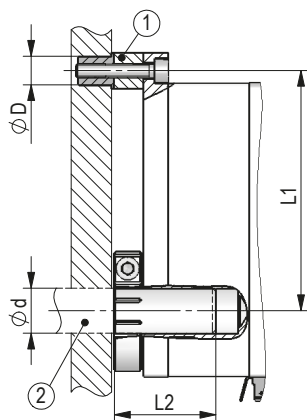
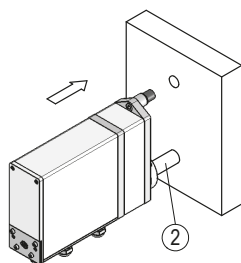
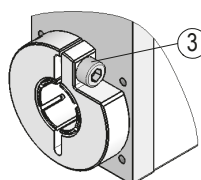

Abb. 1: Einbaumaße
Abb. 2: Montage
Abb. 3: Anzugsmoment
- ▶ Sorgen Sie für einen geringen Wellen- und Winkelversatz zwischen Welle und Aufnahmebohrung durch geeignete Fertigungsmaßnahmen (siehe Abb. 1 + Tab. 1).
### Vorbereitung Montage (Abb. 1, Abb. 2, Abb. 3):
### Montage (Abb. 1, Abb. 2, Abb. 3):